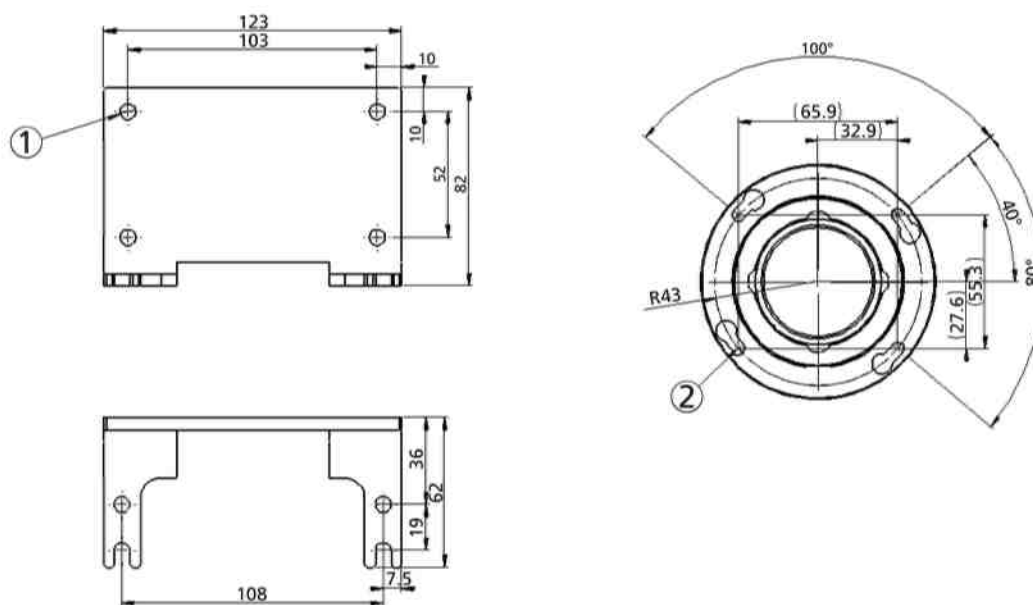

图19 壁装架（右）和法兰调整器（左）的尺寸和钻孔
1. 在工艺装置法兰上预制四个螺丝孔，以便安装法兰调整器。有关法兰调整器规格和钻孔说明，请查阅第40页图19；
1. 壁装架钻有4个直径为6.5毫米的孔，便于用螺钉或螺栓安装壁装附件；有关壁装支架规格，请参阅第40页图19。采用适合墙壁建筑材料的合适安装方法，将壁装架安装到指定的位置（比如，混凝土墙面需要使用膨胀螺栓）。
1. 壁装架钻有4个直径为6.5毫米的孔，便于用螺钉或螺栓安装壁装附件。有关壁装支架规格，请参阅第40页图19。采用适合墙壁建筑材料的合适安装方法，将壁装架安装到指定的位置（比如，混凝土墙面需要使用膨胀螺栓）。
第40页图19各部分编号如下：